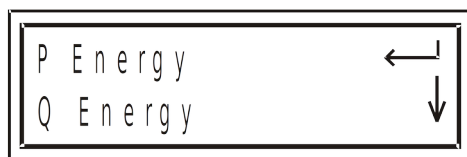

Рис. 36
2. Нажмите кнопку **Enter**. На дисплее появится экран настройки режима отображения энергии (рис. 36):